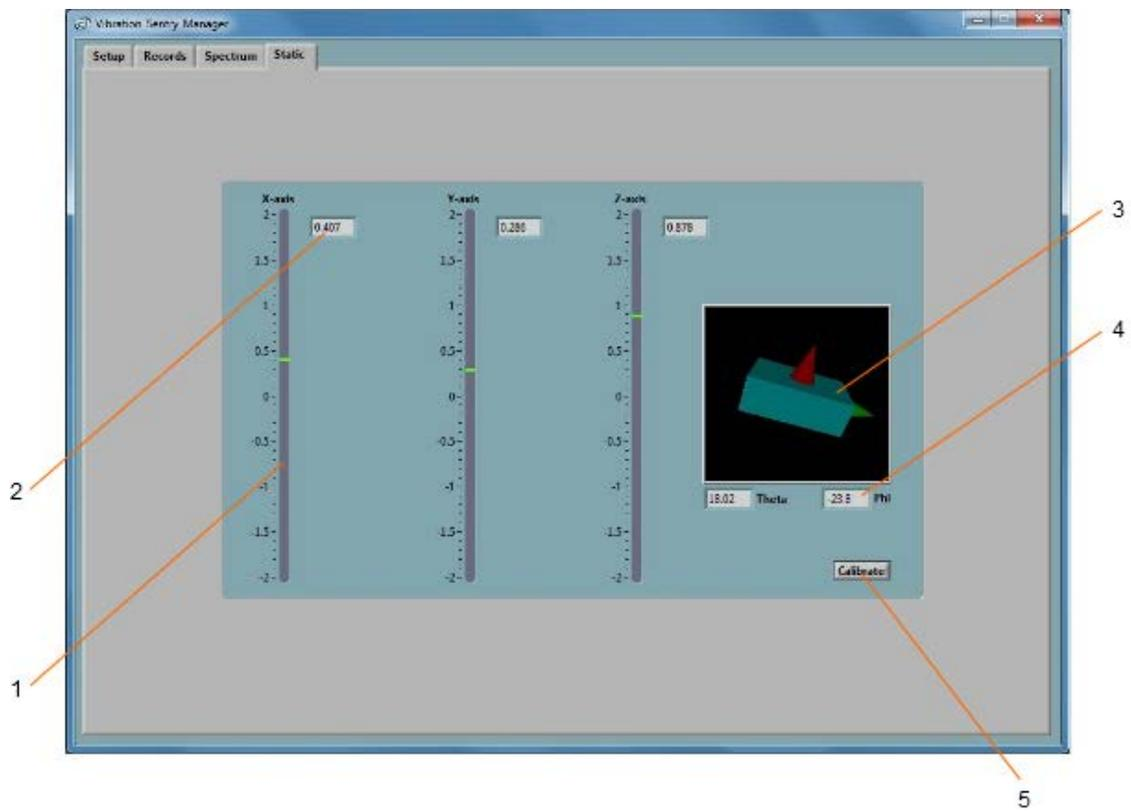

図 8 スタティック Tab
- **スタティックTab:** 三成分の静的な加速度を監視するために使用、必要に応じて較正手順を起動 (図 8参照).